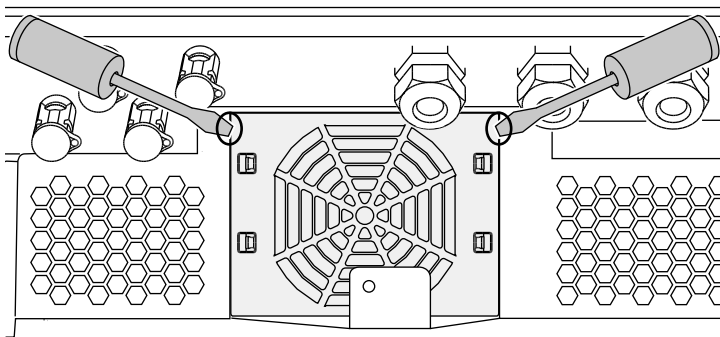

Abb. 60: Lüftergitter lösen
2. Lüfter ausbauen. Dazu am Rand des Lüftergitters einen Schraubendreher ansetzen und leichten Druck auf das Lüftergitter ausüben. ➡ Abb. 60